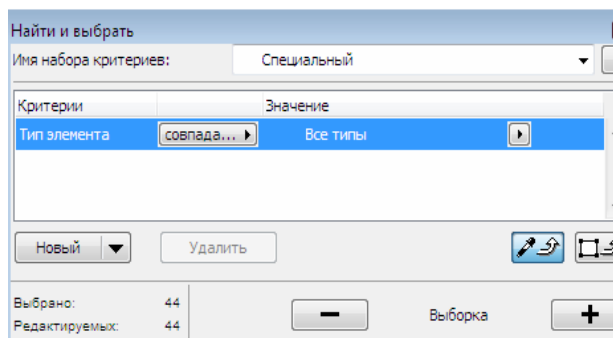

Рис. 67
1. Используя панель **Найти и выбрать** выделите все 44 конструктивных элемента 1-го этажа (рис. 67) (наружные и внутренние стены, перекрытие, окна и двери).